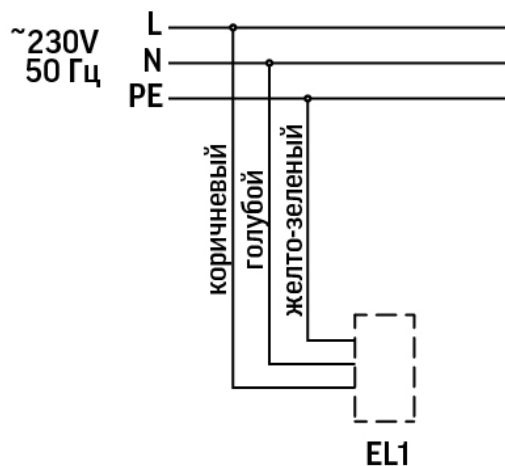

Рис.2
5. Светильник, без рассеивателя, установить в подготовленные в потолке метизы через пазы светильника, завести до упора шляпки метизов так, что бы они оказались в формованной части крышки светильника (от точки 1 к точке 2 см. Рисунок 2). Прикрыть все 4 метиза до упора.